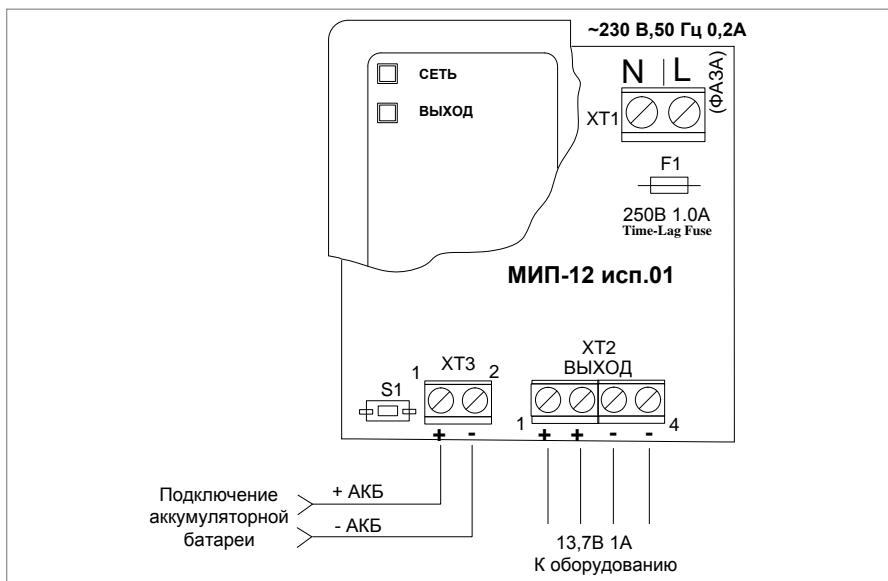

Рисунок 12. Схема подключения «МИП-12 исп.01», «МИП-12 исп.02»
1.5. Проверить правильность произведённого монтажа в соответствии со схемой подключения МИП-12 исп.01, МИП-12 исп.02 (Рисунок 12).